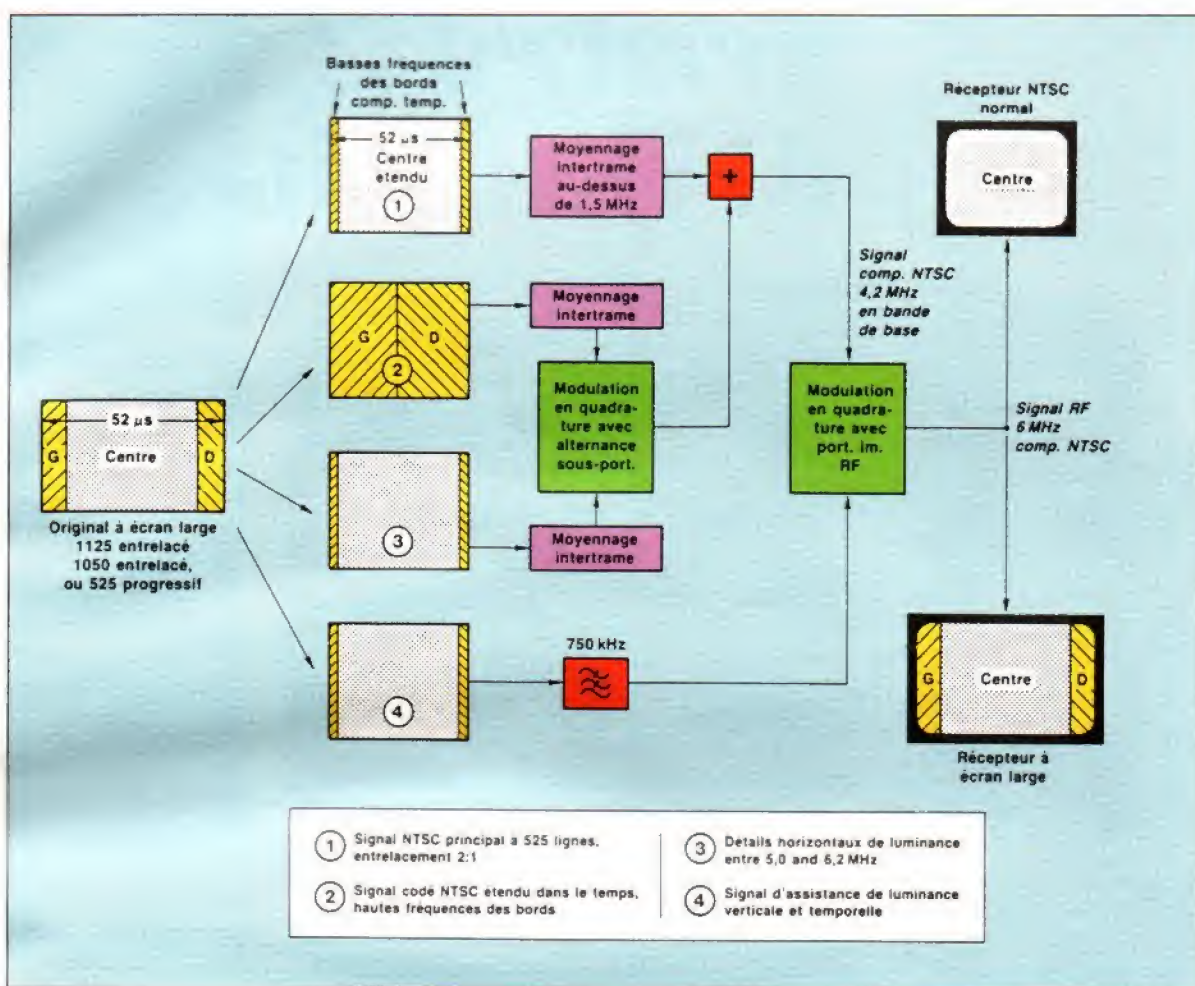

Fig. 1. - Exemple de traitement pour obtenir la compatibilité 4/3, 16/9.
Cela alors que les autres postulants en étaient encore à des procédés analogiques nécessitant, pour l'acheminement d'une émission TVHD, deux canaux TV : le premier pour l'obtention d'une image compatible NTSC, le second pour ajouter à l'image assez de détails et d'éléments de façon à transformer l'image précédente en une image haute définition au format 16/9 (nous donnons fig. 1 un exemple de cette philosophie retenue par l'ACTV1 pour obtenir la compatibilité entre les formats 4/3 et 16/9. Un deuxième canal NTSC de 6 MHz ajoutait, dans une étape suivante - ACTV2 - les informations correspondant à la différence entre le signal décodé en TVHD et le signal d'origine) (7).